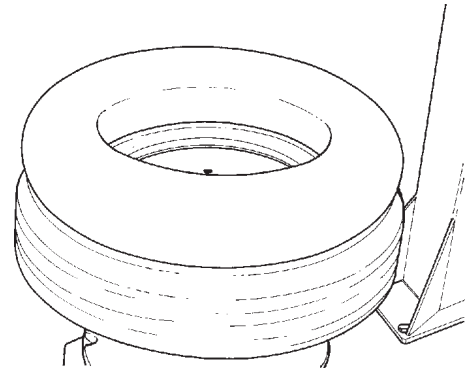

Fig. 5.1-1
B. Confirmer que la mesure est correcte. (Fig. 5.1-1).